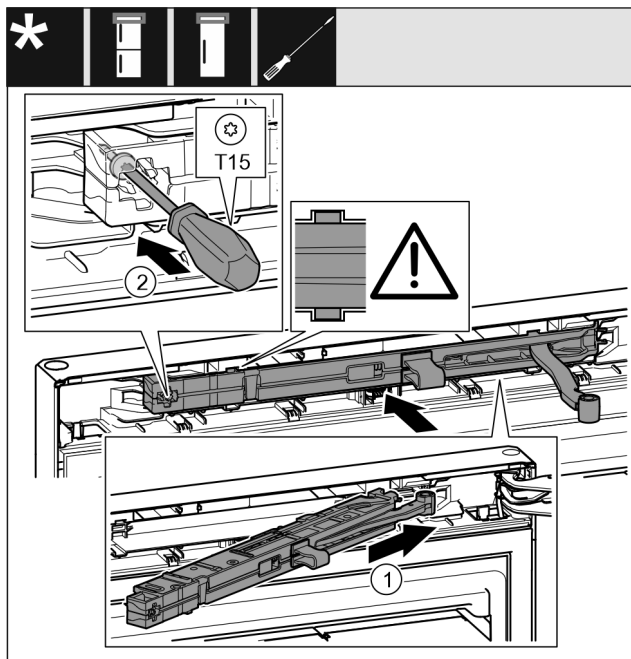

Fig. 49
- ▶ Вставьте узел амортизатора в выемку со стороны опорного кронштейна под наклоном до упора. Fig. 49 (1)
- ▶ Затяните винт отверткой T15. Fig. 49 (2)